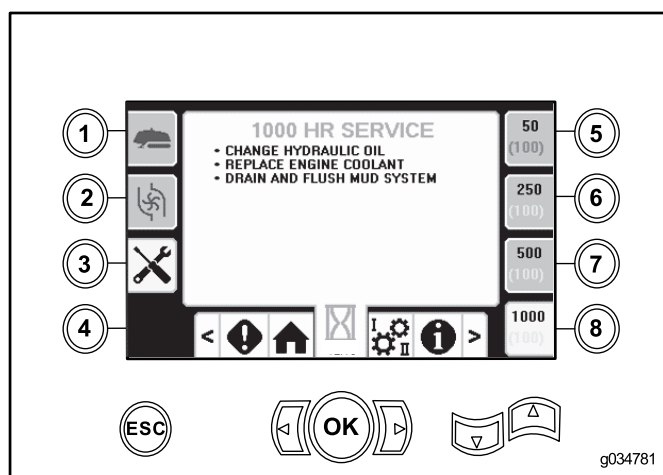

Figure 9
- Bouton 8 – calendrier d'entretien à 1,000 heures (Figure 9)